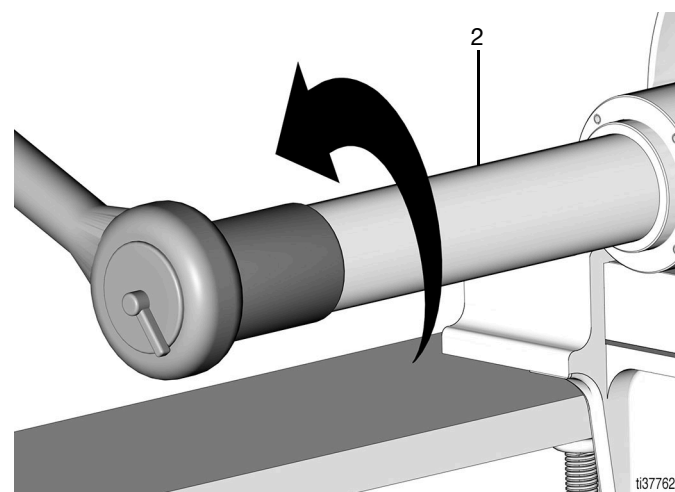

Рис. 11
13. Используя торцевой ключ на 1-13/16 дюйма, удалите цилиндр насоса (2) (Рис. 11).